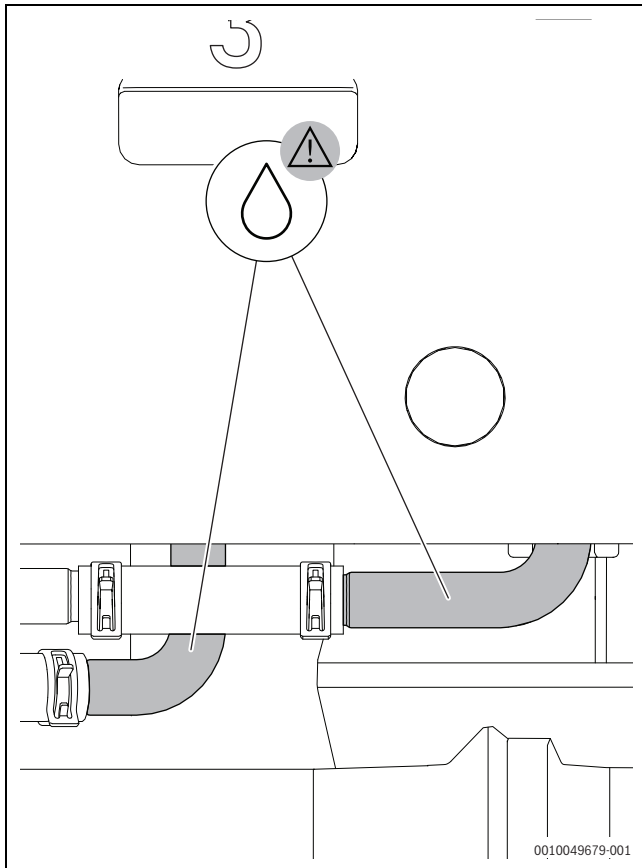

Bild 18 Röhren, die isoliert werden müssen, wenn der Kühlbetrieb bei Temperaturen unter dem Taupunkt verwendet wird.
- Um eine Wärmebrücke zu verhindern, muss der Installateur die Wärmehohle isolieren (siehe → Bild 18 "Röhren, die isoliert werden müssen, wenn der Kühlbetrieb bei Temperaturen unter dem Taupunkt verwendet wird.").